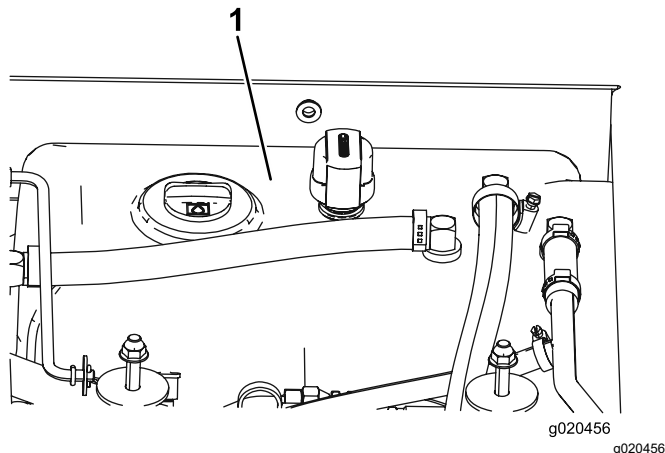

Figura 116
4. Llene el depósito (Figura 116) con fluido hidráulico; consulte Comprobación del fluido hidráulico \(página 82\).